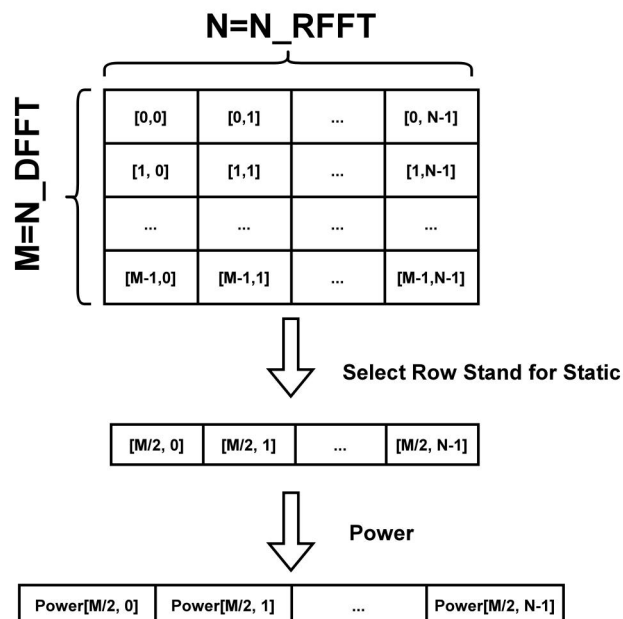

图 2-31 单帧计算方法
- (2) 单帧：取速度为 0 的所有距离 bin，计算功率并绘图，计算流程如图 2-31 所示；